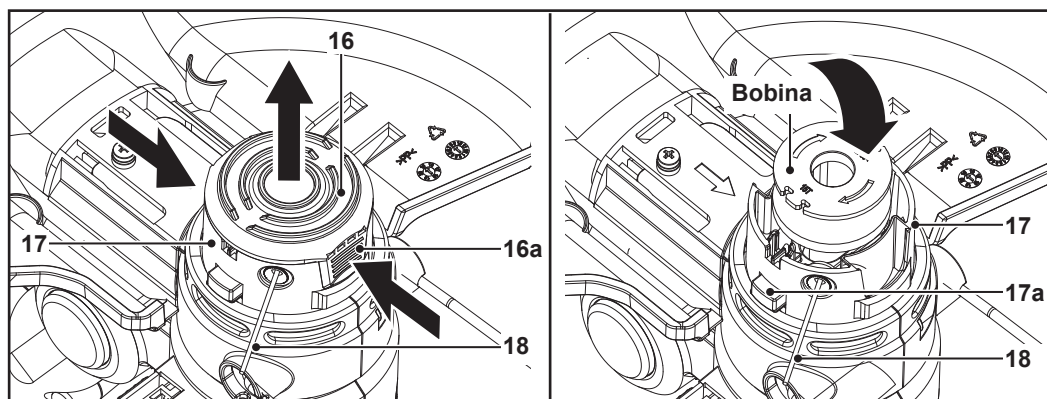
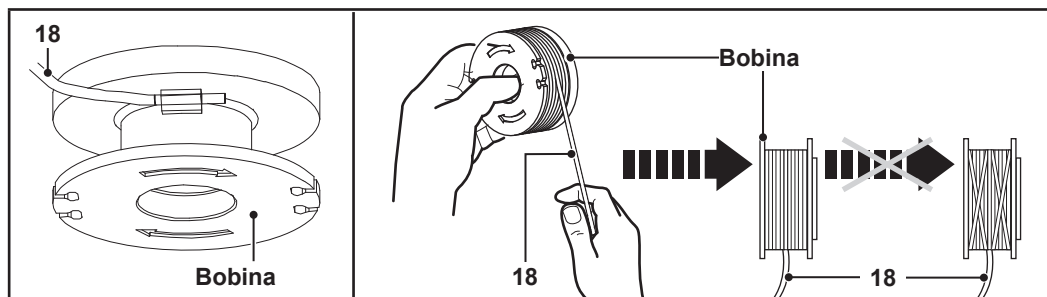

Fig. 11
Fig. 12
1. Remova a bateria (19).
2. Abra a caixa da bobina (17): Pressione simultaneamente ambas as patilhas de libertação da tampa da bobina (16a) da tampa da bobina (16) (Fig. 11). Pode utilizar uma ferramenta (por exemplo, uma chave de parafusos) para levantar a tampa da bobina.
3. Retire a tampa da bobina (16) (Fig. 11).
5. Guie a extremidade do fio de corte (18) da nova bobina para fora da ranhura da caixa da bobina (17). Puxe cerca de 15 cm do fio de corte para fora da caixa da bobina.
6. Insira a nova bobina na caixa da bobina (17) (Fig. 11).
7. Volte a colocar a tampa da bobina (16) na caixa da bobina (17). Certifique-se de que as patilhas de libertação da tampa da bobina (16a) engatam nas reentrâncias da caixa da bobina.
2. Abra a caixa da bobina (17): Pressione simultaneamente ambas as patilhas de liberação da tampa da bobina (16a) da tampa da bobina (16) (Fig. 11). Pode utilizar uma ferramenta (por exemplo, uma chave de parafusos) para levantar a tampa da bobina.
5. Elimine todo o fio corte (18) restante da bobina.
6. Limpe a caixa da bobina (17) e a bobina.
7. Corte um novo fio de corte (18) com 4 m de comprimento e um diâmetro de 1,6 mm.
8. Insira uma extremidade do novo fio de corte (18) através do pequeno olhal na bobina na direção das setas (Fig. 12).
9. Enrole firmemente todo o fio de corte (18) à volta da bobina na direção das setas na bobina (Fig. 12).